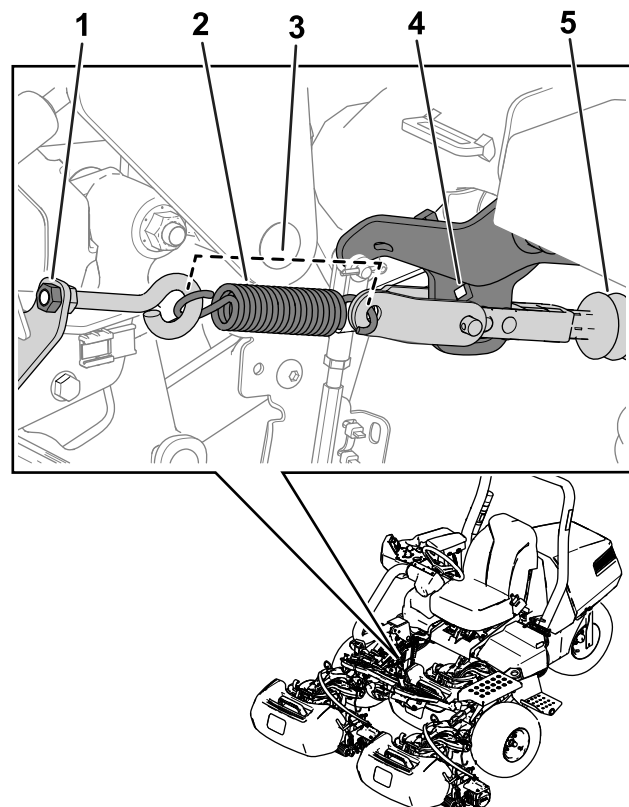

Figure 33
Remarque: Voir la Figure 33 pour cette procédure.
5. Détendez le ressort en desserrant l'écrou qui fixe le le boulon à œil au support du ressort (Figure 33).
3. Montez le ressort comme montré à la Figure 33.
4. Serrez l'écrou du boulon à œil de sorte que le ressort mesure 11,4 cm une fois en place (Figure 33).